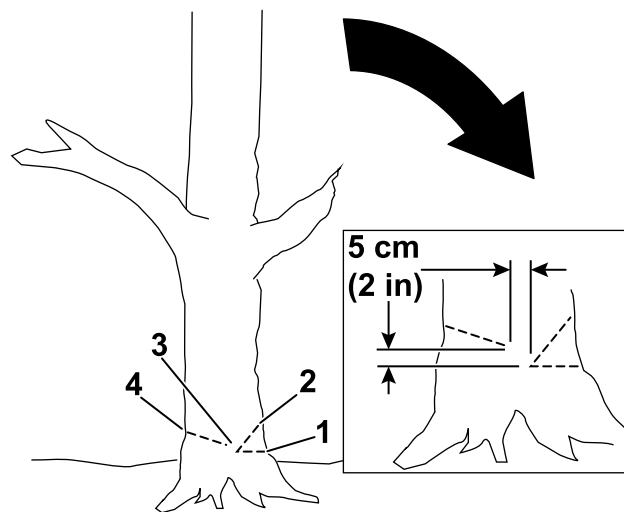

Figura 16
4. Haga el primer corte de un tercio del diámetro del árbol en el lado hacia donde desea que caiga el árbol (Figura 16).
5. Haga un segundo corte para formar una cuña, empezando el corte al menos 5 cm (2") por encima del primer corte (Figura 16).
6. Haga el corte de caída desde el lado opuesto a la cuña y unos 5 cm (2") por encima de la parte inferior de la cuña, como se muestra en la Figura 16.
Importante: Detenga el tercer corte a 2.5 a 5 cm (1" a 2") de la cuña para formar una bisagra entre los cortes (Figura 16), que evitará que el árbol caiga en la dirección incorrecta o que gire al caer.
Nota: A medida que el corte de caída se acerque a la bisagra (Figura 16), el árbol debe empezar a caer.